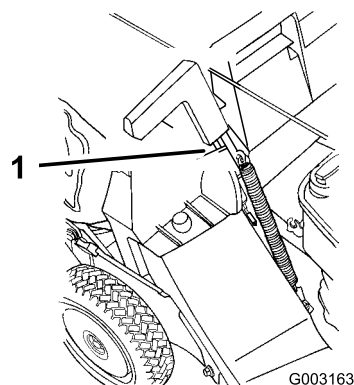

Figure 22
5. Tirez la poignée du volet d'éjection vers l'avant pour dégager le goujon de l'arrêt, puis repoussez la poignée vers l'arrière pour bloquer le goujon dans l'encoche du bac (Figure 22).